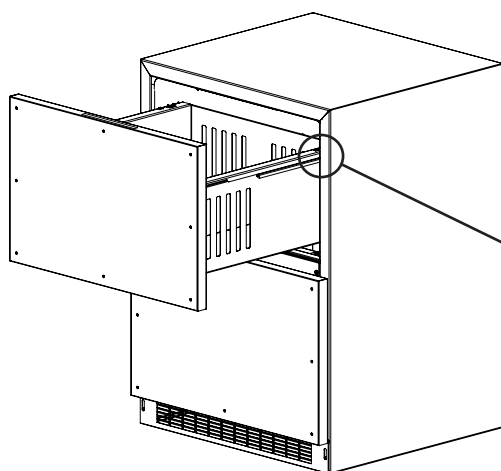

Figura 13
1. Comience desmontando la gaveta superior (vea la Figura 13). Quite los tornillos que sujetan la gaveta a las correderas (vea la Figura 14). Tire de la gaveta hacia delante, levante hacia arriba y hacia afuera para desenganchar los ganchos de la parte trasera de la gaveta. Mueva la gaveta hacia delante aproximadamente 1" (2,5 cm) y apóyela sobre las correderas. En la esquina trasera derecha de la gaveta desconecte el cable de la pantalla (vea la Figura 13). Desmonte la gaveta de la unidad levantándola y retirándola de las correderas. Repita el procedimiento para la gaveta inferior sin tener en cuenta las instrucciones referidas al cable pues no existe en la gaveta inferior.